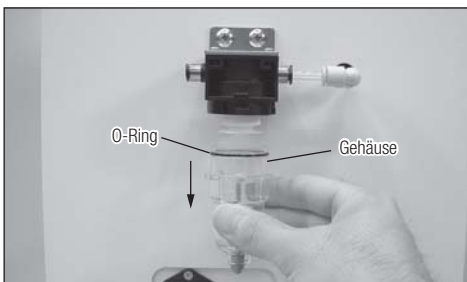

Abb. 29
- 3) Gehäuse herausziehen (Abb. 29).